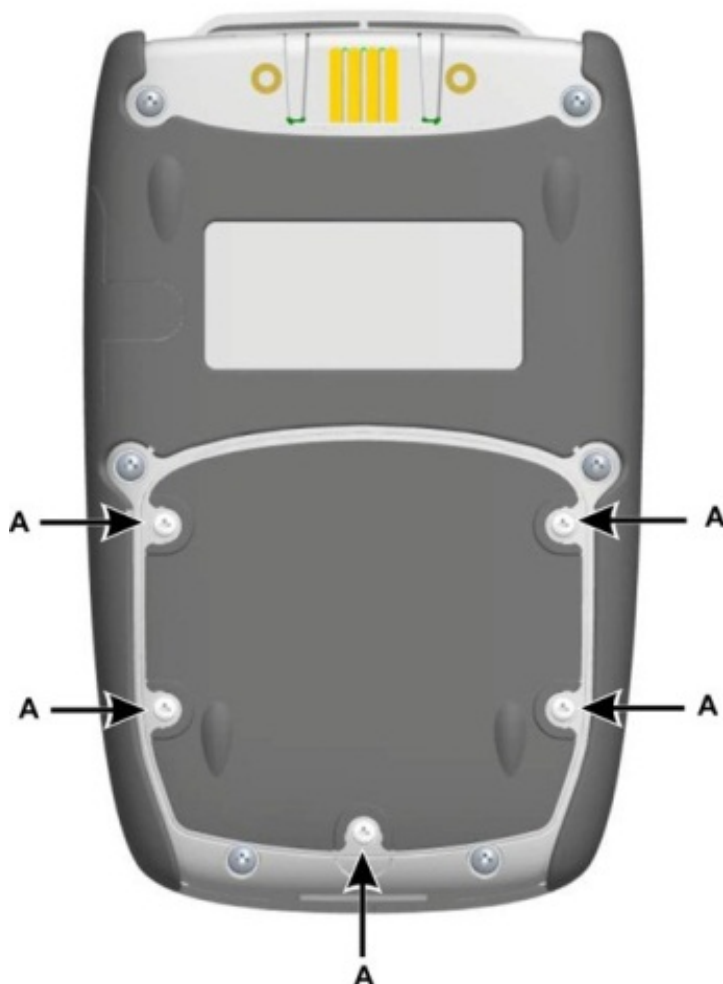

Рисунок 1-1
1. Удалите пять винтов типа Pozidriv (**A**) (см.: рисунок 1-1).